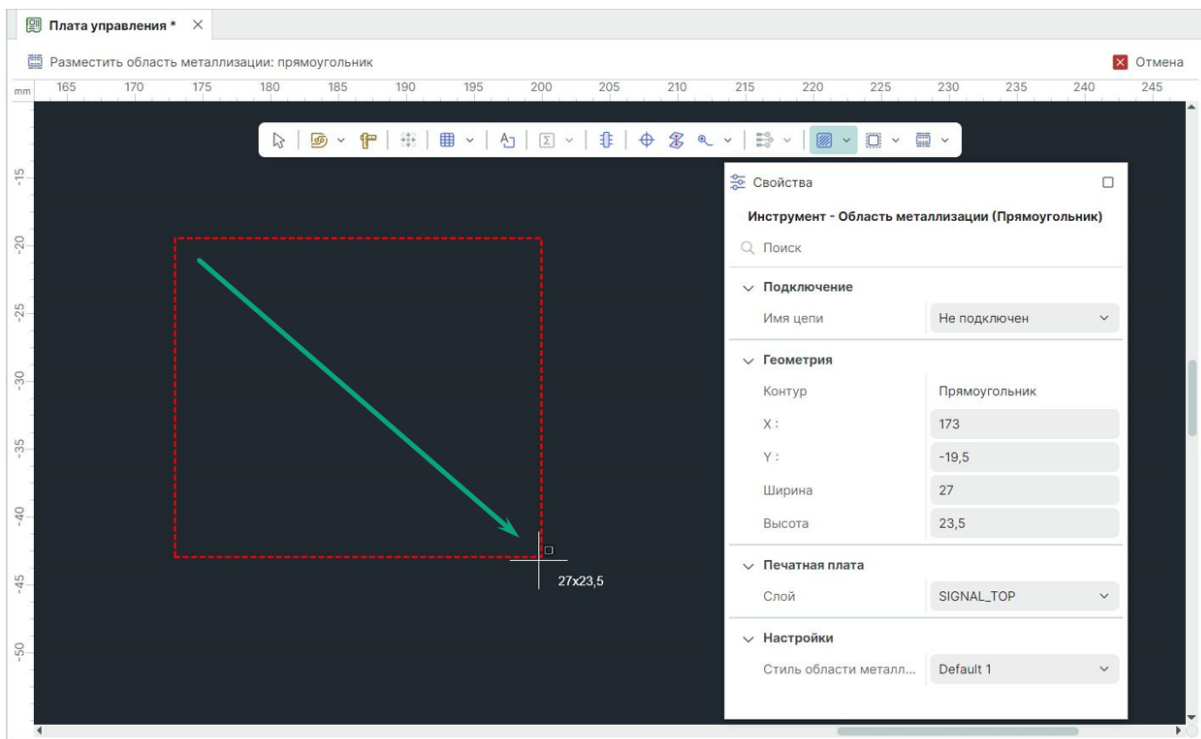

Рис. 429 Построение области металлизации с контуром прямоугольник и свойства инструмента
4. Удерживая левую кнопку мыши зажатой, переведите курсор на другую точку печатной платы, которая так же будет принадлежать границе размещаемой области металлизации, и отпустите левую кнопку мыши, при этом между точками будет построена замкнутая фигура, см. Рис. 429.